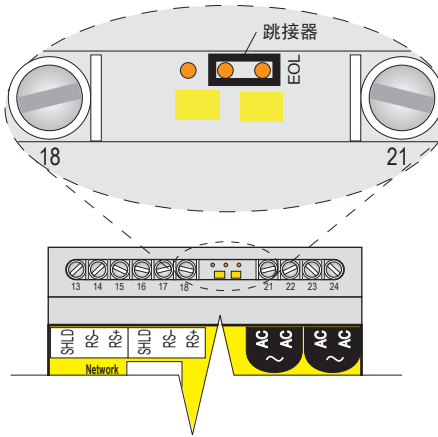

图5a: 最后一个TTSIM模块的线路终止跳接器
- 在电路中的最后一个TTSIM模块上如图5a所示安装跳接器。